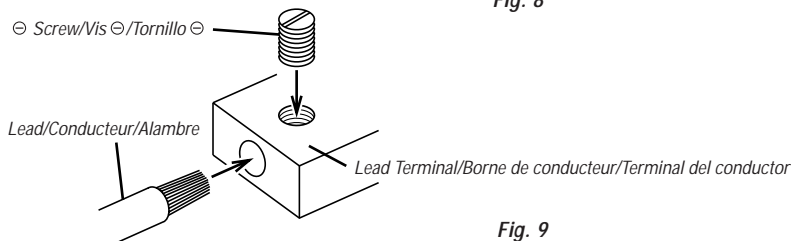

Fig. 9
3. Remove the screw attached to the terminal. Insert the exposed wire end into the lead terminal. Tighten the ⊖ screw with the ⊖ driver, to fix the lead. (Fig. 9) **Before making this connection, use insulated shrink tubing to cover any exposed wire extending beyond the terminal.****Notes:**
3. Retirer la vis fixée à la borne. Insérer le bout du conducteur exposé dans la borne de conducteur. Serrer la vis ⊖ à l'aide d'un tournevis ⊖, pour fixer le conducteur. (Fig. 9)
3. Quite el tornillo fijado al terminal. Inserte el extremo desnudo del alambre en el terminal del conductor. Apriete el tornillo ⊖ con un destornillador ⊖ para fijar el alambre. (Fig. 9)